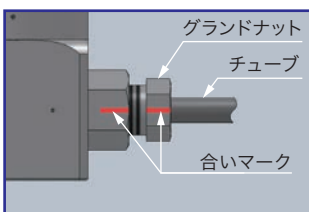

図2
- 一度管を接続し継手を分解して、再び配管接続をする場合には、グランドナットを緩める前にナットの位置をマーカーペン等で合いマーク(図2太線参照)を付けてから外してください。再組立ての時は、合いマークの位置まで確実に締め込まれていることを確認してください。